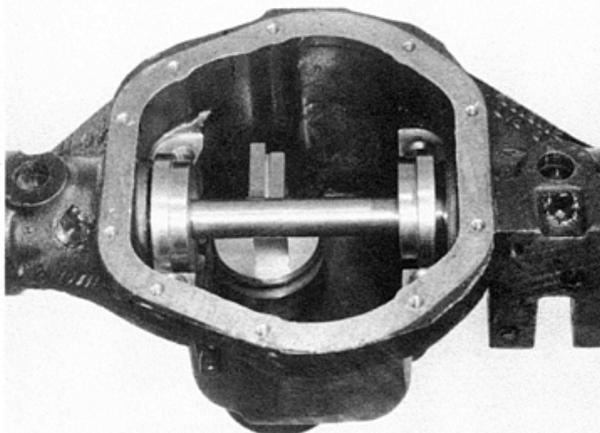

Fig. 32 - Colocação do bloco de altura no bloco padrão do pinhão.
- Colocar o bloco de altura do pinhão sobre o padrão da altura do pinhão e contra o eixo, conforme é mostrado na Fig. 32.